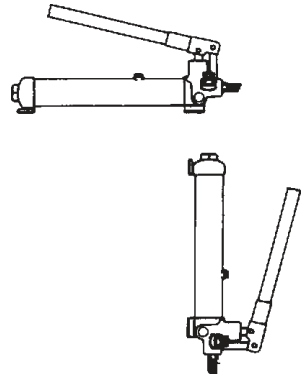

Figure 2 - Positions horizontale et verticale
3. La pompe peut être utilisée en position horizontale ou verticale comme illustré à la figure 2.